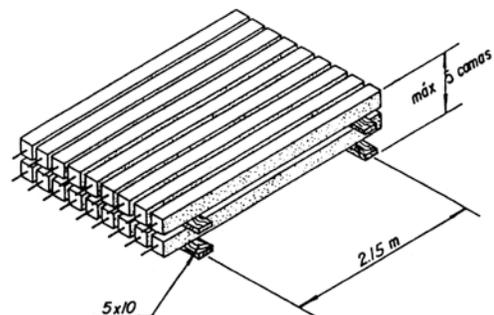

Figura 9.48 Almacenamiento de columnas
- Las columnas deben ser descargadas cuidadosamente del camión, de manera que no sufran golpes. Deben ser transportadas por dos personas y colocarse consecutivamente sobre piezas de madera semidura alineadas de 5 cm x 10 cm y hasta una altura máxima de 5 camos de columnas (figura 9.48). No es recomendable que las columnas se almacenen encima de las baldosas, porque posiblemente se provocarán despuntes en el material.